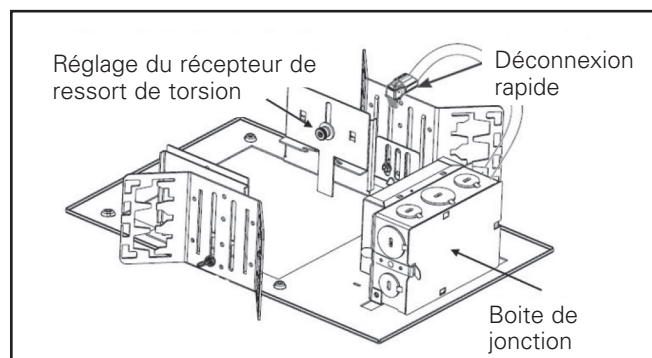
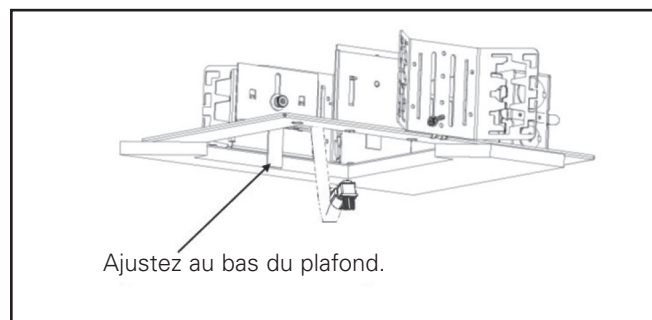

Figure 1
Figure 2
2. Ajustez les vis (Figure 1) de sorte que le collet inférieur du récepteur de ressort de torsion affleure la ligne du plafond fini. (Figure 2) Le support de suspension est réversible pour permettre un ajustement complet de 12,7 cm (5 po).
1. Insérez l'extrémité de la conduite flexible dans l'ouverture de la structure d'ouverture du plafond exposant la partie supérieure de la prise de débranchement rapide (Figure 2).